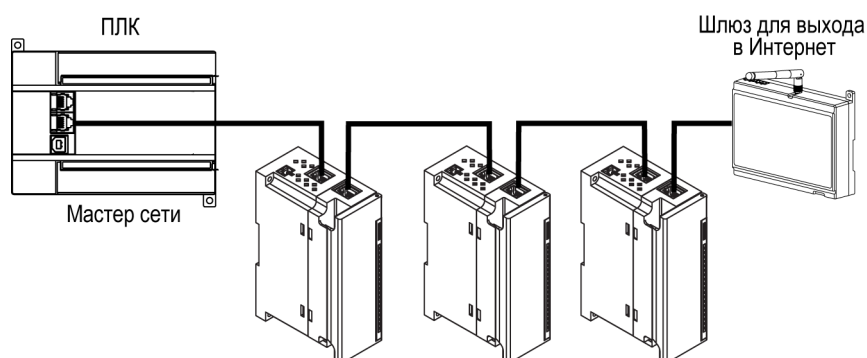

Рисунок 5.8 – Подключение по схеме «Цепочка»
- «Цепочка» / «Daisy-chain» (рисунок 5.8).